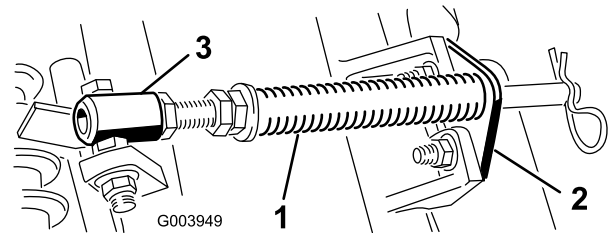

図 10
- A. カッティングユニットのタブにロッドブラケットを固定しているキャリッジボルト2本を外す(図10)。
- B. スプリングチューブのボルトをキャリアフレームのタブに固定しているフランジナット(図10)を外す。